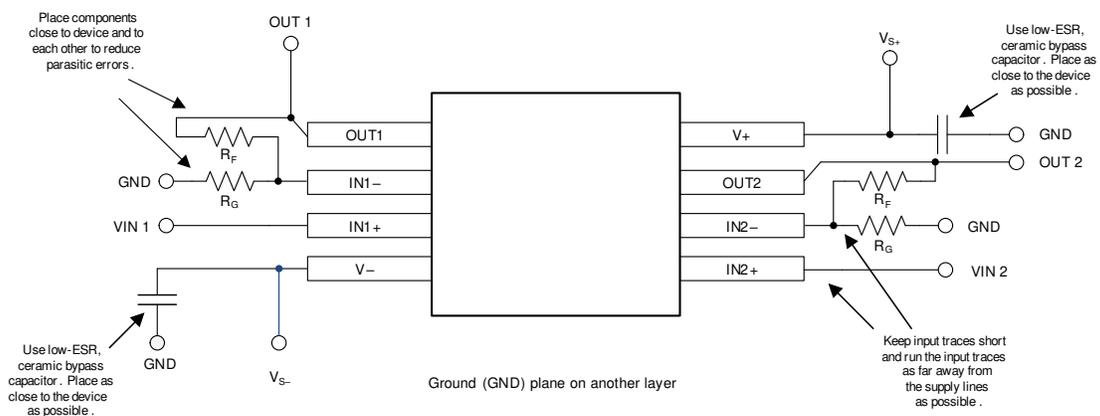

図 11-2. レイアウト例
- 外付け部品は、図 11-2 に示すように、可能な限りデバイスに近く配置します。 $R_F$  と  $R_G$  を反転入力に近づけて配置すると、寄生容量を最小化できます。